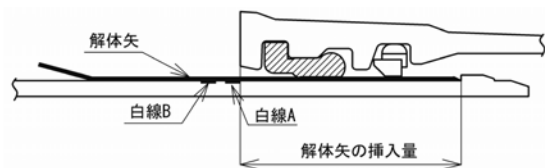

図97 正常に解体矢を挿入した状態
(3) 図98のように①挿入量が足りない状態、②挿入し過ぎた状態では解体できない。解体矢には図99に示すようにマーキングし、マーキングが白線位置と一致するまで解体矢を打ち込み、図97の正常な状態となるようにする。